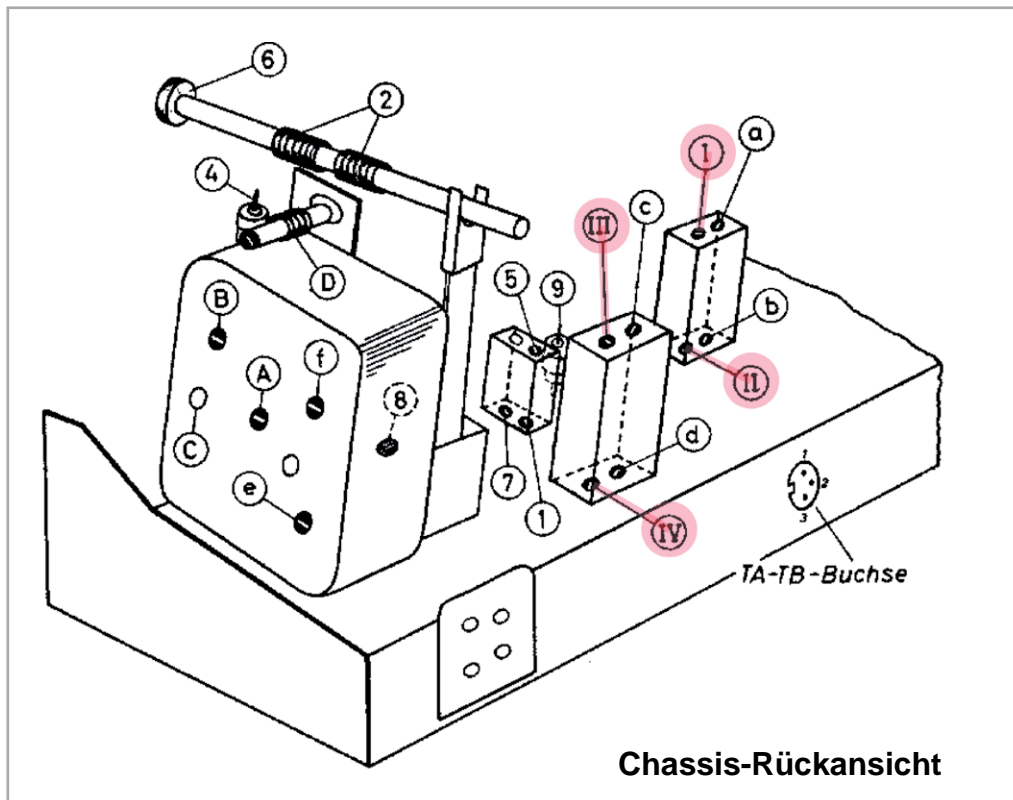

Bild 6: Die Positionen der Mittelwellen-ZF-Transformatorkerne
- Aus dem Servicehandbuch (eigentlich für das Grundig 97A, das aber das gleiche Schaltungslayout hat), entnehmen wir genau, wo sich diese abstimmbaren Kerne befinden (Bild 6). Jeder Transformator hat einen Kern auf der Oberseite und einen, der von der Unterseite des Gehäuses zugänglich ist.